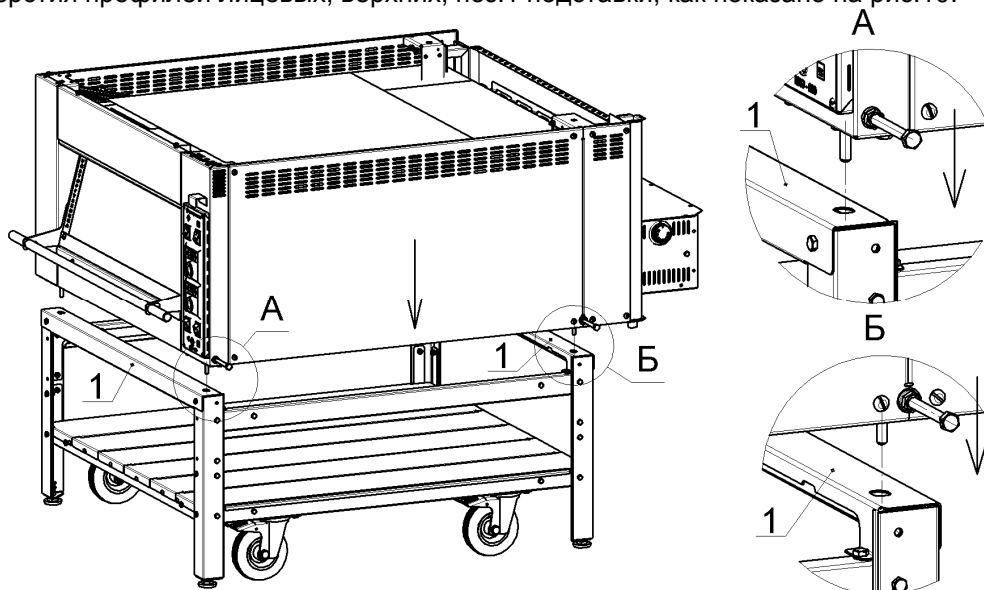

Рис.10
10. Установить нижнюю печь (без крышки) на подставку так, что бы концы 4-х шпилек М8 на углах печи попали в отверстия профилей лицевых, верхних, поз.1 подставки, как показано на рис.10: